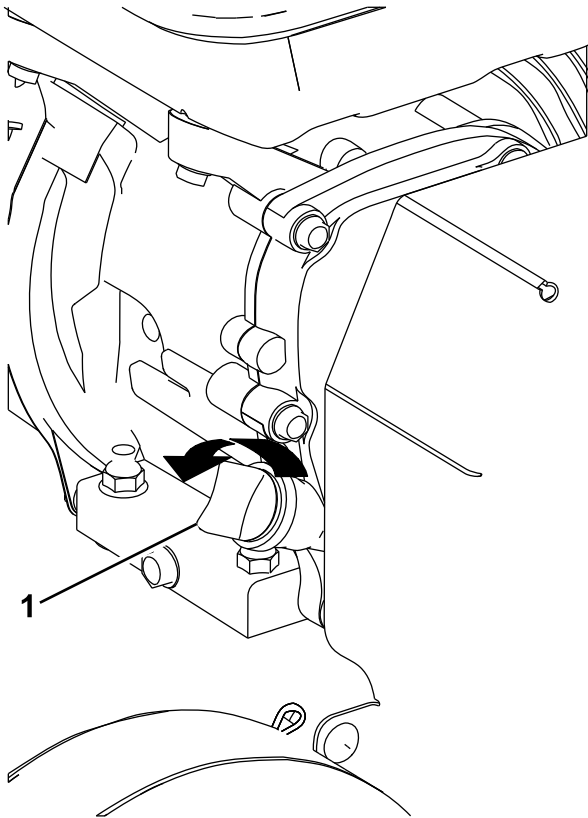

Figura 9
2. Limpie alrededor de la varilla para impedir que caiga suciedad por el orificio de llenado, lo que provoca daños en el motor (Figura 9).
3. Desenrosque la varilla de aceite y limpie el extremo (Figura 9).
4. Introduzca la varilla a fondo en el tubo de llenado (Figura 9).